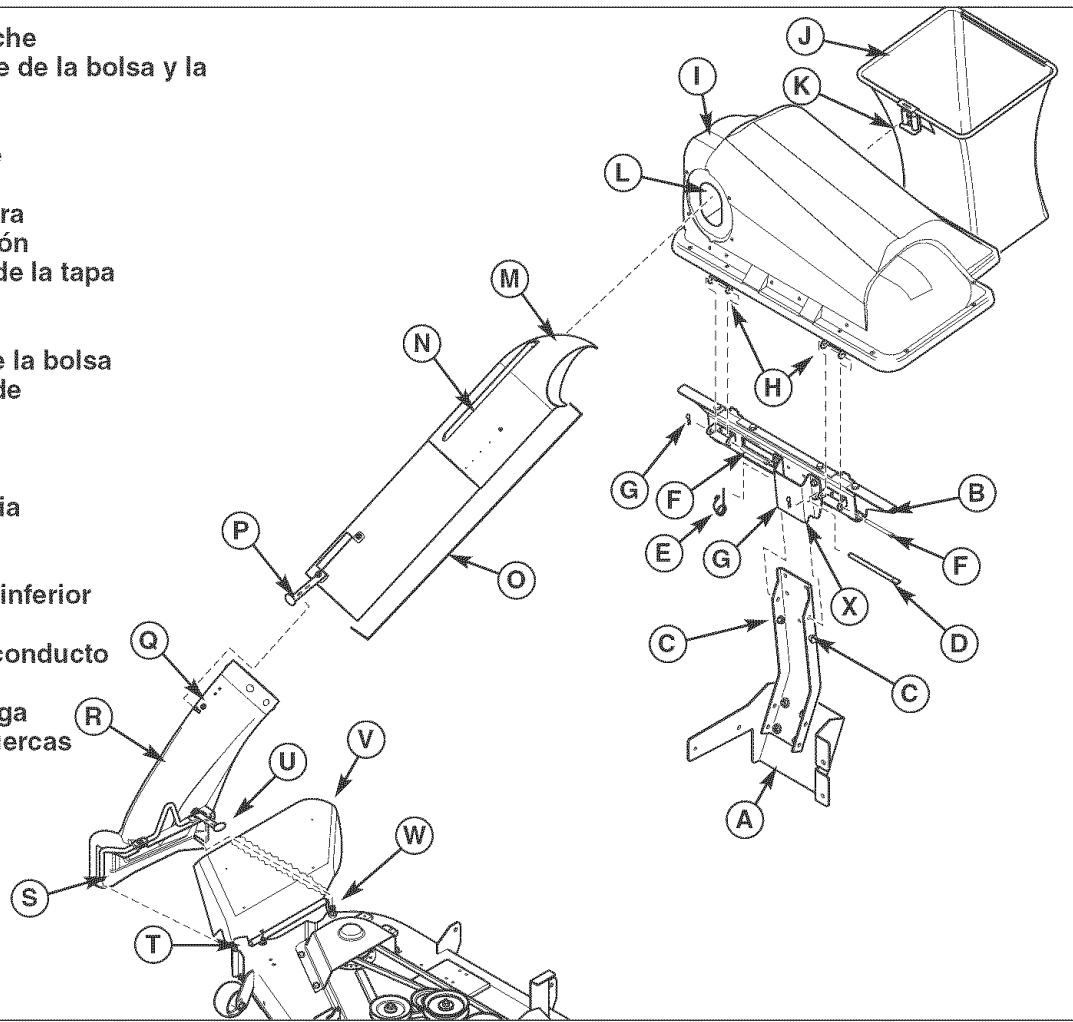

Figura 45. Instalación y retiro normal
1. Fije el conjunto de soporte de la bolsa y de la tapa (B, Figura 45) al conjunto de soporte de enganche (A) deslizando el montaje de apoyo (X) sobre el soporte vertical hasta que el montaje de apoyo (X) haga contacto completamente con los pernos de tope (C).
2. Inserte el pasador de montaje (D) a través del montaje de apoyo (X) y el soporte vertical (A) como se muestra.
3. Fije el pasador de montaje (D) con el resorte retenedor (E).
4. Fije el conjunto de tapa (I) al soporte de apoyo de la bolsa (B) con un pivote de bisagra de la tapa (H). Fije el conjunto de tapa al soporte de apoyo de la bolsa usando los pasadores de bisagra (F) y los resortes de retención (E).
1. Desconecte la banda elástica (P, Figura 45) del pasador (Q), luego retire el conjunto de tubo (O) del conducto inferior (R) y de la tapa (I).
2. Levante la tapa (I) y retire las bolsas (J) del conjunto de soporte de la bolsa y de la tapa (B).